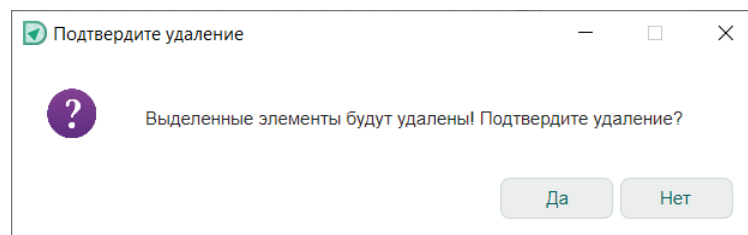

Рис. 312 Подтверждение операции удаления радиодетали
3. Подтвердите операцию удаления, см. Рис. 312.